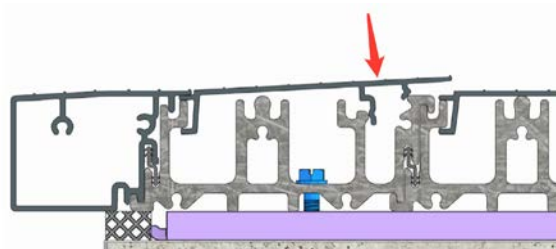

Fig 38
- Si su puerta viene con una tapa de drenaje elevada (elevador de umbral), deberá sellarla en ambos extremos contra las jambas, tal como se muestra en la Fig. 38.